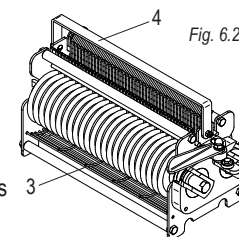

Fig. 6.2.3
- Introduire les peignes de raclage (réf. 3 fig. 6.2.3)
- Mettre le panier en mouvement avec la poignée (réf. 4 fig. 6.2.3)